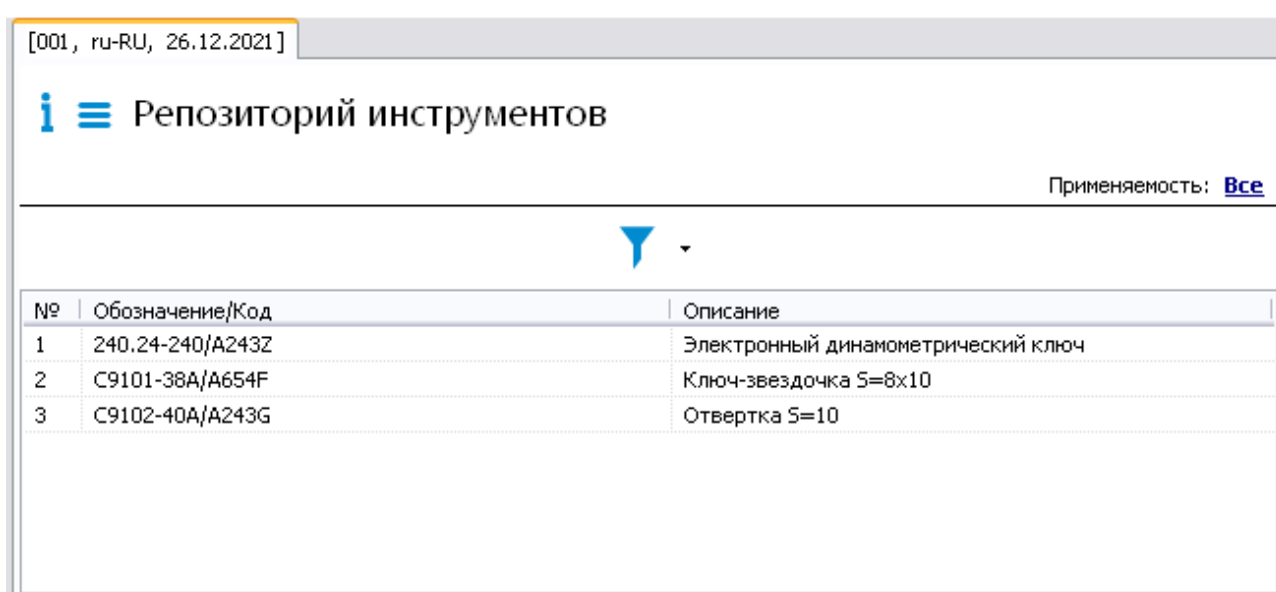

Рис. 193
2. На вкладке **Структура** выберите МД типа «Репозиторий инструментов». В окне просмотра появится содержимое МД (Рис. 193).
2. На вкладке **Структура** выберите МД типа «Репозиторий функциональных элементов». В окне просмотра появится содержимое МД (Рис. 193).